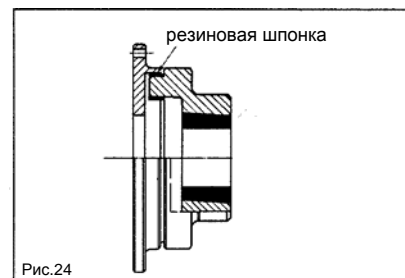

Рис.24
13.12 Замена резиновых шпонок в гибком сцеплении BALBONI GFB (рис. 24)